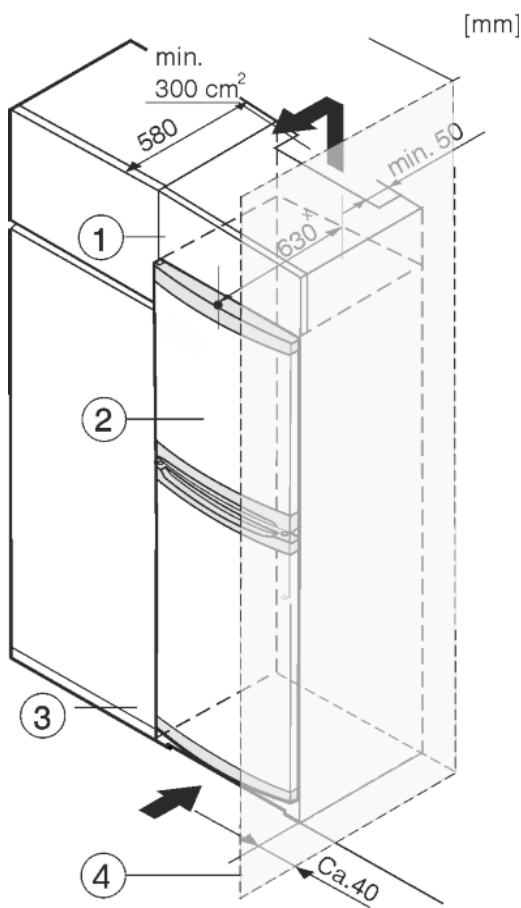

Fig. 8
Spotřebič lze zabudovat do kuchyňských skříní. K vyrovnání spotřebiče Fig. 8 (2) na výšku kuchyňské linky lze na přístroj nasadit nástavec Fig. 8 (1).
Při montáži do kuchyňských skříní (hloubka max. 580 mm) lze přístroj instalovat hned vedle kuchyňské skříně Fig. 8 (3). Přístroj přesahuje přední stěnu kuchyňské skříně na stranách o 34 mm × a uprostřed o 50 mm ×.
Když se přístroj instaluje závěsy vedle stěny Fig. 8 (4), musí být vzdálenost přístroje od stěny alespoň 40 mm. To odpovídá přesahu madla při otevřených dveřích.